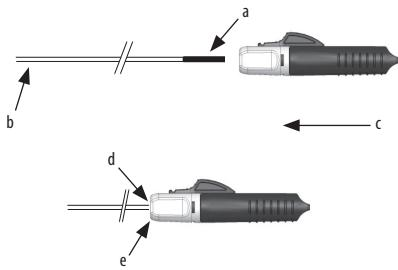

Рисунок 1.
3. Возьмите толкатель имплантата за proxимальный конец, расположенный дистально к индикатору положительной загрузки (ИПЗ). Надевайте устройство мгновенного разделения Instant Detacher (I.D.) на толкатель системы доставки, пока ИПЗ полностью не войдет в воронку, а толкатель системы доставки не будет надежно размещен в активаторе (см. рис. 1).
Примечание. Если ИПЗ все еще виден, как показано на рис. 2 ниже, устройство мгновенного разделения Instant Detacher (I.D.) необходимо продвигать дальше, пока толкатель системы доставки не будет полностью размещен в воронке, как показано на рис. 1 выше.